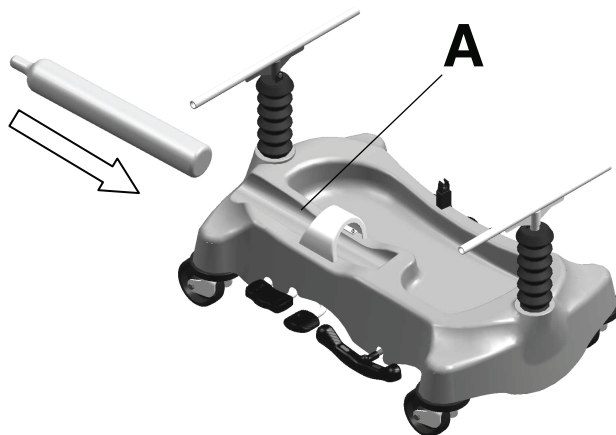

Figure 10 – Collier de maintien de bouteille d'oxygène
Pour fixer la bouteille d'oxygène, la glisser dans le logement situé dans le capot de base (A), en insérant d'abord le bas (Figure 10).